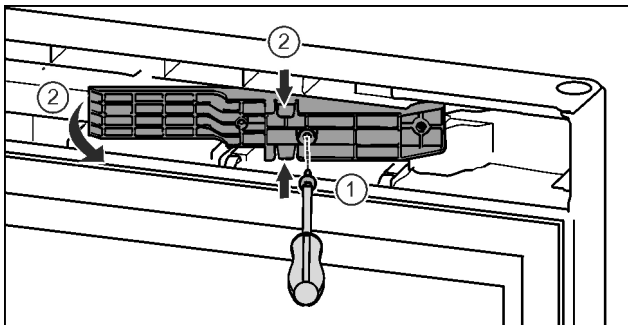

Fig. 14 *
- ▶ Schrauben mit Schraubendreher T15 lösen. Fig. 14 (1)*
- ▶ Adapterstück herausziehen. Fig. 14 (2)*